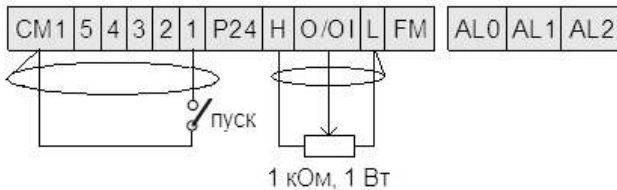

Рисунок 3. Подключение к внешним клеммам
- 1 – Задание выходной частоты преобразователя от внешних клемм (подключение см. Рис. 3).